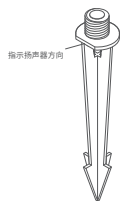

图 5
2. 使用橡胶锤，小心地将随附的卫星扬声器地桩按预先确定的安装位置敲入地面。注意桩上的平面指示器，确保该指示器面向所需的扬声器方向（见图 5）。